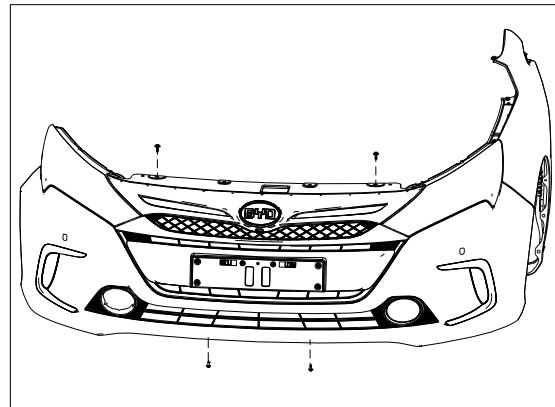

图 1.1.4 前保险杠总成的拆卸
- (1) 拆下安装在前格栅和水箱上横梁上的 2 个组合螺钉,如图 1.1.4 所示;
- (2) 拆下安装在前保险杠与发动机下挡泥板上的 2 个组合螺钉;
- (3) 沿前保险杠两侧轻拉保险杠,使之与车身脱离(前保险杠支架和前组合大灯支架有多处卡角安装,切勿使用蛮力强行拉出);在拉出时不要太急,并在前组合大灯尖角处适当下压。保护前保险杠漆面和结构及可能存在的雷达的电路;
- (4) 拨开前保险杠本体总成与左/右雾灯、左/右转向灯、左/右雷达,以及高配中全景摄像头接插件。
- (5) 拆下前保险杠总成。